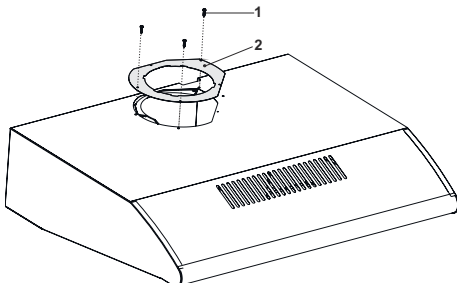

Fig. 16
2. ➔ Afmontere de 3 skruer, for at få spjæld beslaget af. Gem disse skruer og beslag de skal bruges igen i punkt 5. Fig. 16.